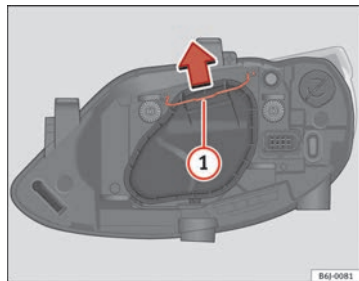

Fig. 155 Feu de croisement/de route projecteur simple
- Déplacez le tirant ⇒ fig. 155 ① dans le sens de la flèche puis retirez le cache.
- Déplacez le tirant ① ⇒ fig. 155 dans le sens de la flèche puis retirez le cache.